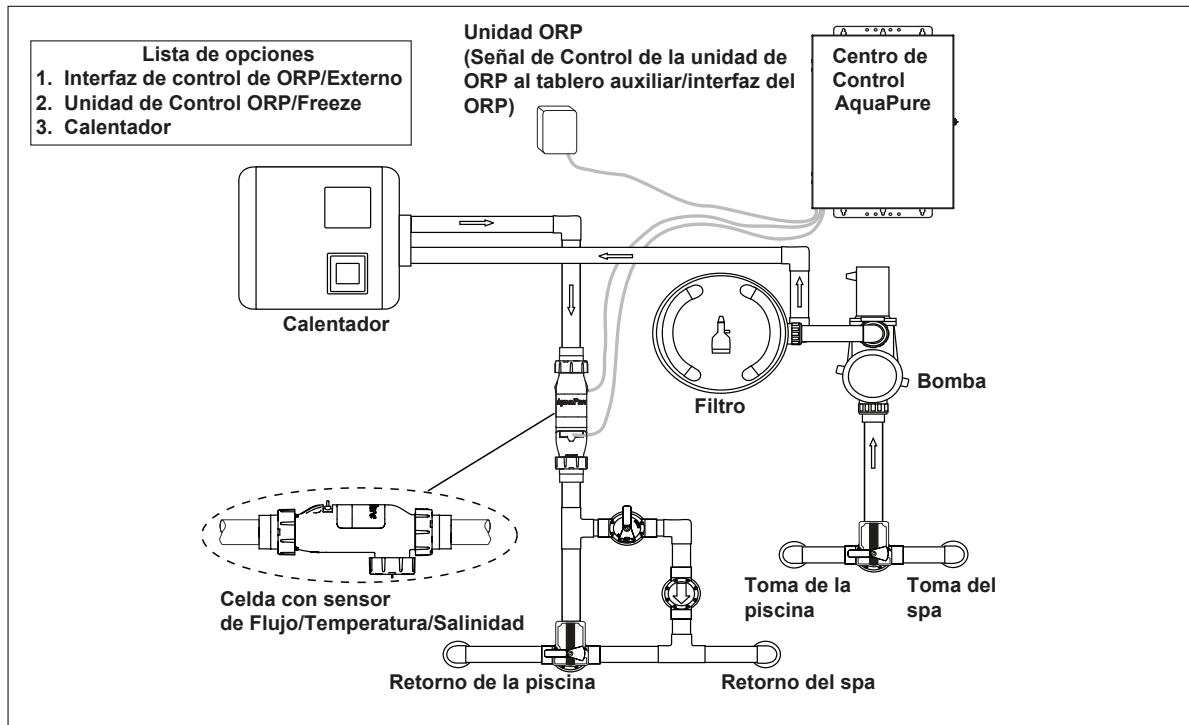
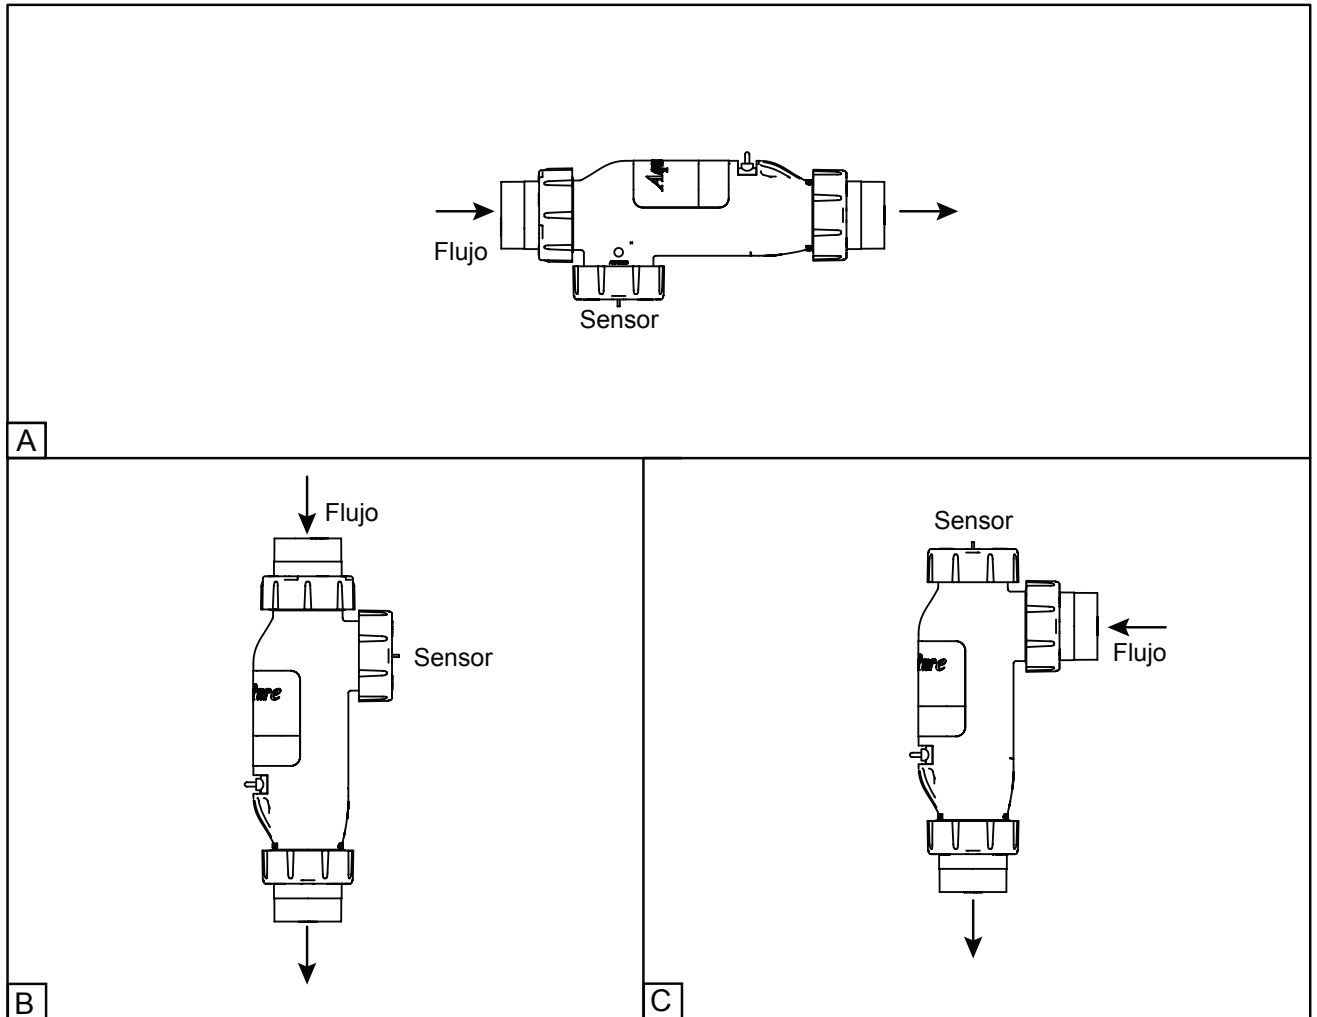

Figura 1. Típica Instalación del AquaPure con opciones
Figura 3. Orientación de la celda y el sensor del generador de cloro con respecto a la dirección del flujo
Es recomendable que el sensor de flujo/temperatura/salinidad (Flow/Temp/Salinity Sensor) sea instalado en el mismo sistema de tuberías así como la celda electrolítica, sin válvulas o desviadores entre ellos. (Vea página 5 Figura 1). La fuente de alimentación debe estar interconectada con la fuente de poder del motor de la motobomba de la piscina. Esto garantiza que el clorador y la motobomba de la piscina se encenderán y apagarán juntos.
La instalación preferida es aquella en la que la Celda y los Sensores son instalados en la línea de retorno de la piscina (corriente abajo) después de todo el equipo de la piscina (el filtro, el calentador, paneles solares, etcétera.). La Celda y el adaptador del Sensor son diseñados para ser instalados en tubería DE PVC de 2". Los adaptadores pueden servir para sistemas con tuberías de 1 ½". La figura 3 muestra configuración de la celda y del sensor con dirección del flujo. Las figuras 4 y 5 ilustran las configuraciones recomendadas de plomería, las cuáles dan como resultado la operación más confiable.
2. Es recomendado que el Sensor de flujo/ temperatura/ salinidad y la Celda Electrolítica sean instalados en la línea de retorno de la piscina después del filtro y el calentador. La Celda puede ser instalada ya sea en una posición horizontal o vertical (como se muestra en Figura 3).
3. Posicione al Sensor de flujo/ temperatura/ salinidad y la Celda en la posición recomendada (vea página 8 Figura 3, página 9 Figuras 4 y 5, y página 5 Figura 1).